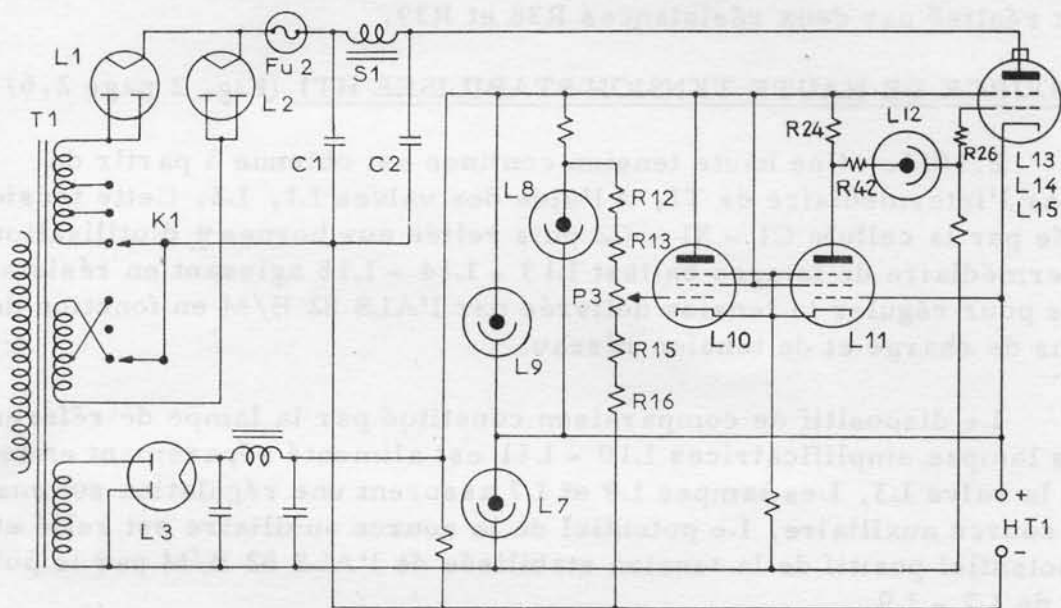

Fig. 2 — Schéma simplifié de la source stabilisée haute tension HT1.
2.10. - SOURCE DE HAUTE TENSION STABILISEE HT1 (Fig. 2 page 2.6)